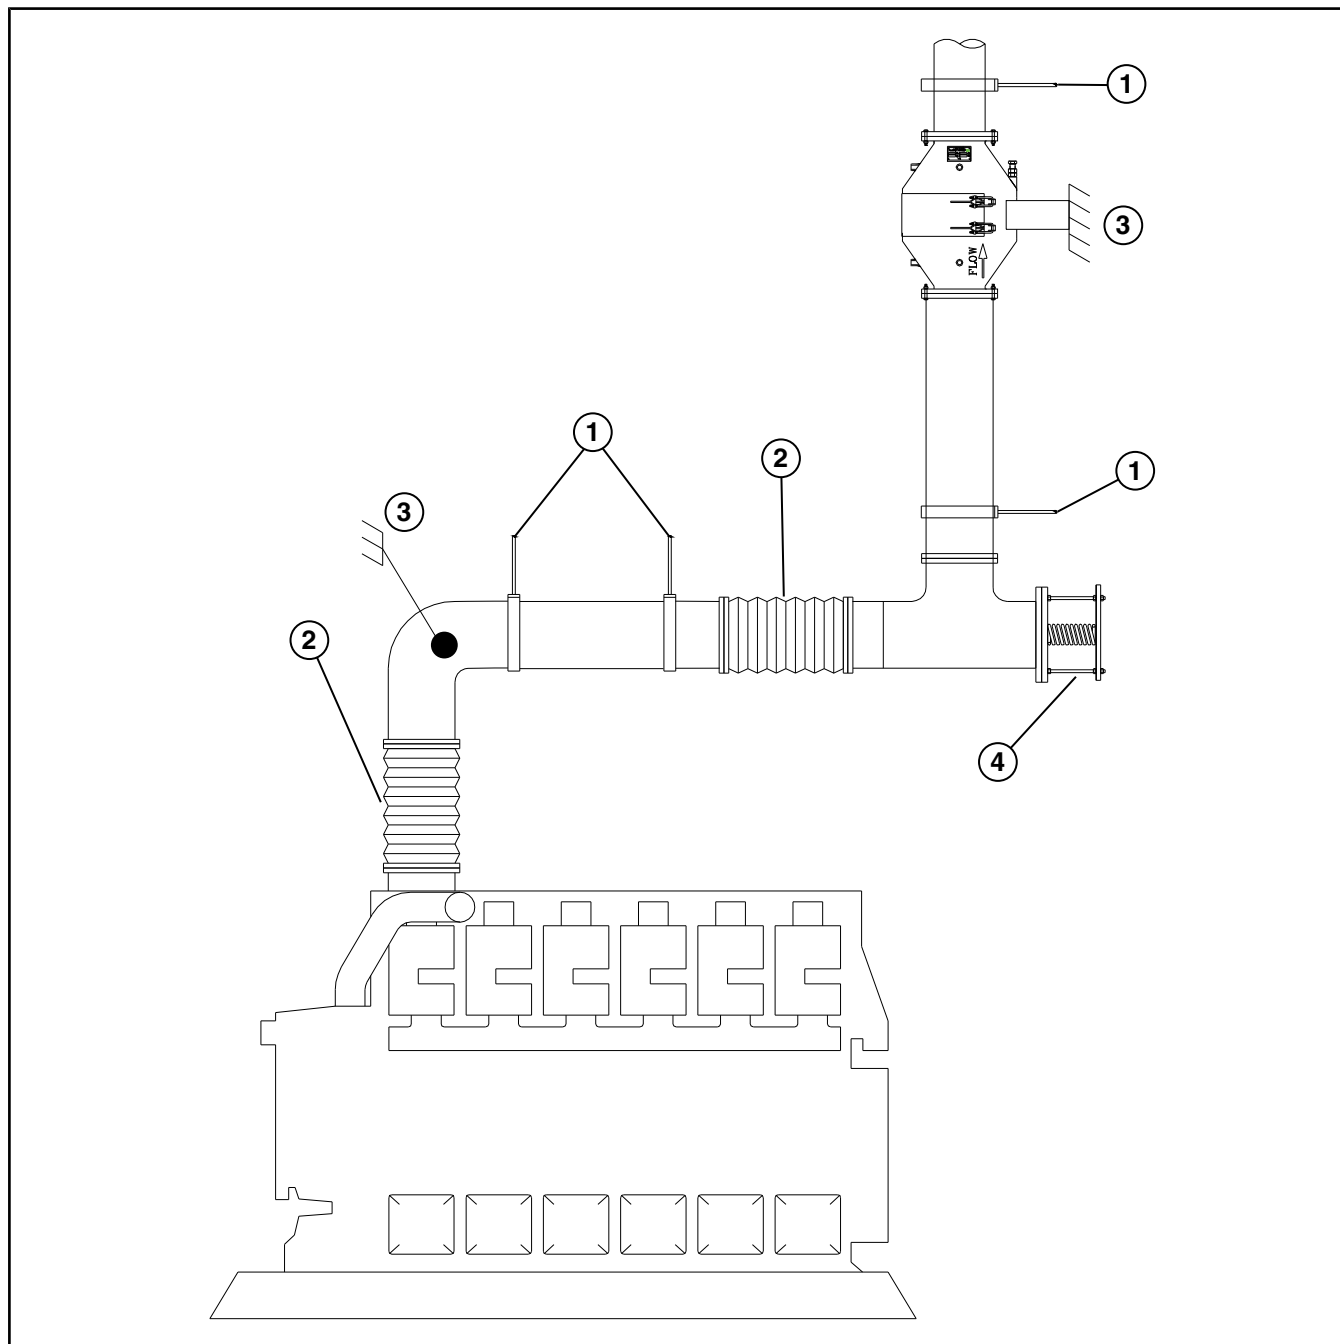
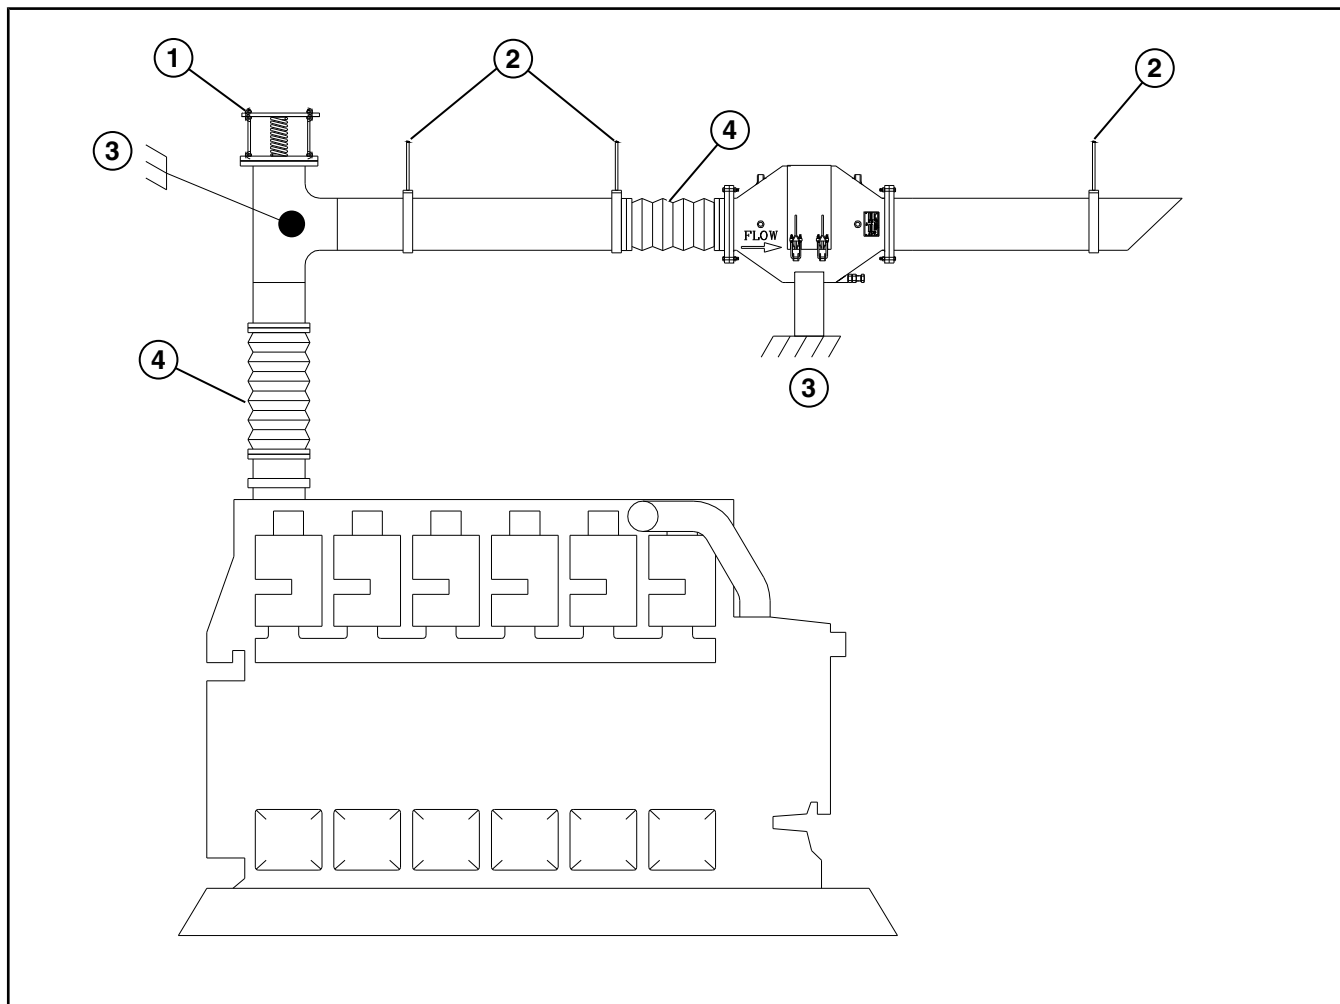

Рисунок 15.05-1: Рекомендуемая схема вертикального монтажа
Рисунок 15.05-2: Рекомендуемая схема горизонтального монтажа
- Используйте сочетание неподвижных опор, роликов и гибких соединений для создания выхлопной системы с требуемыми характеристиками. См. Рисунок 15.05-1 и Рисунок 15.05-2 содержит дополнительную информацию по данному вопросу.